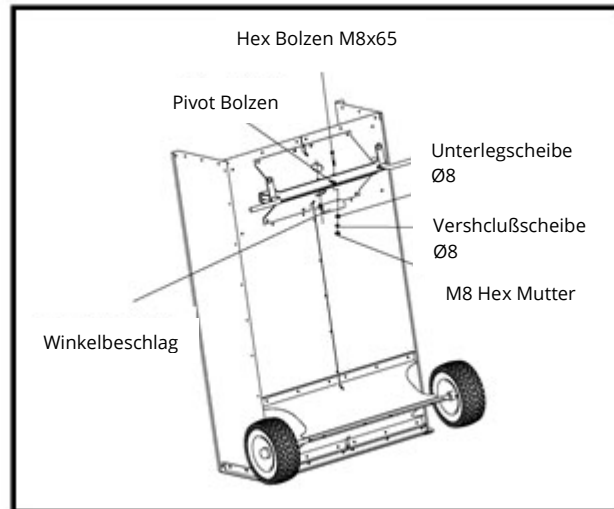

Abbildung 8
15. Montieren Sie den Winkelbeschlag wie in der Abbildung 8 abgebildet auf die Rückseite der Halterungsplatten. Verwenden Sie dazu M8x65-Hex-Bolzen, Ø8-Unterlegscheibe, Ø8-Verschlussscheibe und M8-Hex-Muttern. Nicht festziehen.